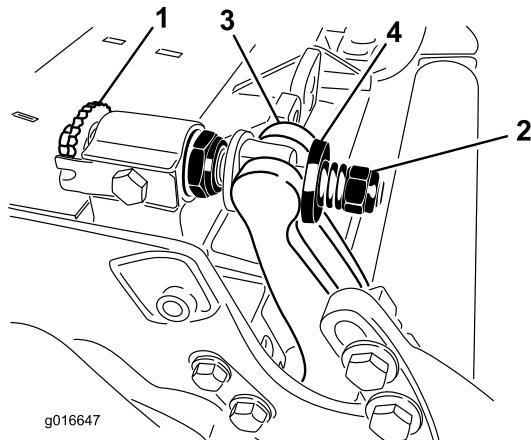

Figura 26
- Ruotate le viti di regolazione della barra di appoggio in senso antiorario per allontanare la controlama dal cilindro (Figura 26).
- 2. Allentate il dado di tensione della molla, finché la rondella non sarà più in tensione contro la barra di appoggio (Figura 26).